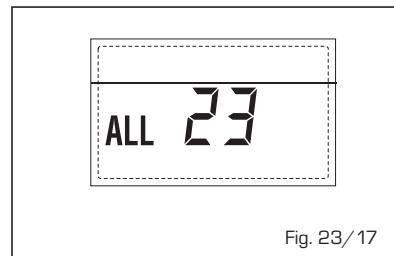

Fig. 23/17
- ANOMALÍA SONDA DEL COLECTOR SOLAR (S1) "ALL 24" [fig. 23/18]